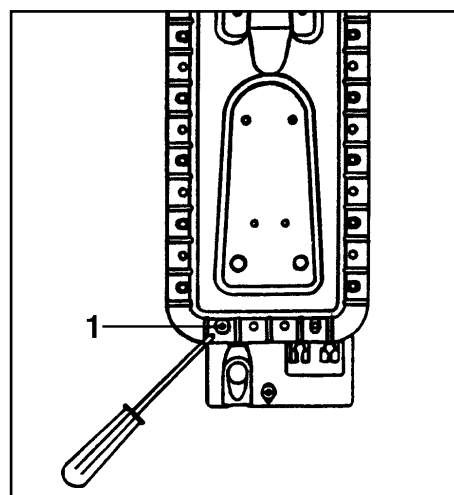

Fig. 13
- 1) Extraer el fondo del horno y desatornillar la tuerca de orejas del quemador (véase n°.1 en la Fig. 13).